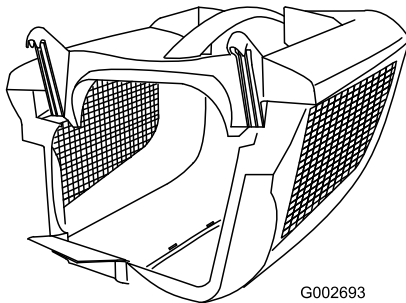

**Figura 8**
2. Acople el otro lateral, introduciendo las pestañas en las ranuras de la parte superior, y junte las partes traseras de ambos laterales (Figura 8).